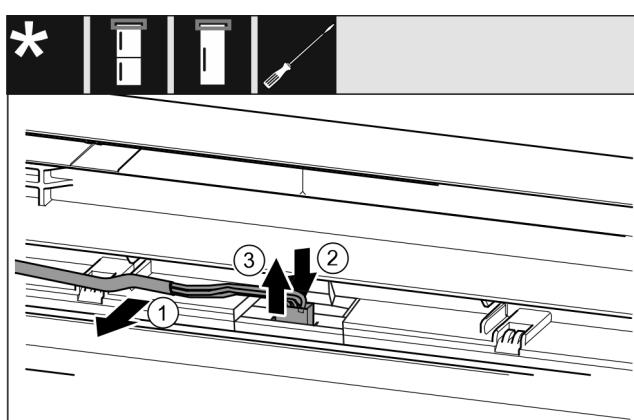

Fig. 22 Kühl-/Gefrierkombinationen / Gefriergeräte / Kühlgeräte
- Kabel Fig. 22 (1) vorsichtig aus der Führung in der Tür lösen.*
- Lasche Fig. 22 (2) hinter dem Stecker nach hinten drücken.*
- Stecker Fig. 22 (3) vorsichtig nach oben herausziehen.*